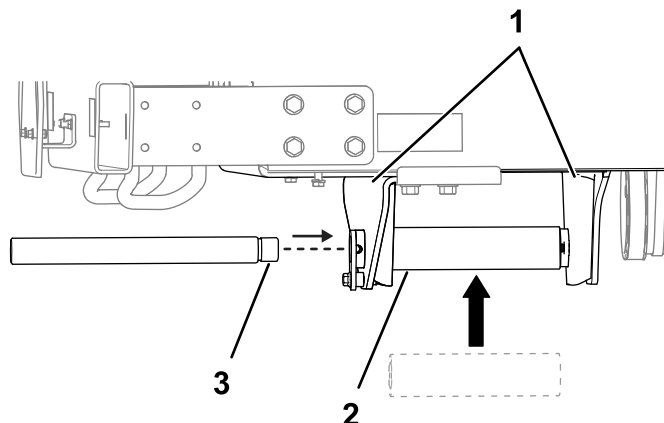

Рисунок 13
2. Вставьте проставку моста между опорами моста, чтобы убедиться в том, что они находятся на надлежащем расстоянии друг от друга (Рисунок 13). Отрегулируйте положение сменной опоры моста соответствующим образом.
3. Вставьте поворотный шкворень через проставку моста (Рисунок 13). Если поворотный шкворень не вращается свободно, отрегулируйте положение сменной опоры моста. Отшлифуйте края рамы по мере необходимости.